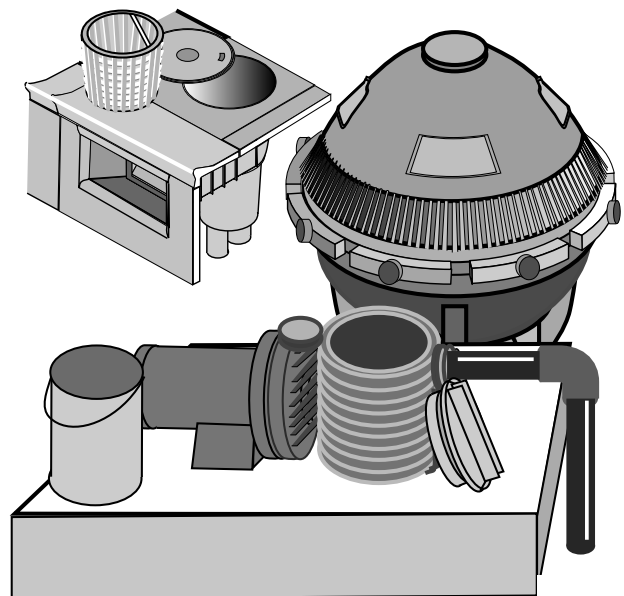

Figura 4
Paso 4: Limpie el sistema de filtración (Figura 4)